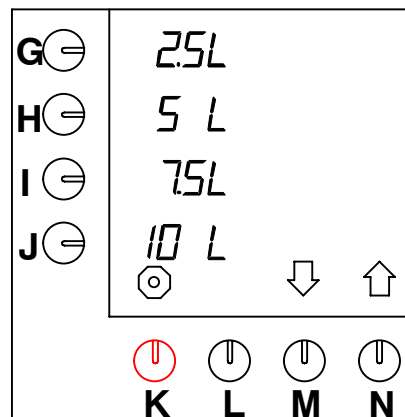

Abb. 23 Serienmäßige Vorwahl der Tasten
Das Gerät ist serienmäßig auf die Einheit L (= Liter) eingestellt. Sie können die Einheit ändern. (Diese Einheit steht serienmäßig im Display bei den Vorwahltasten (Abb.23)).
- Drücken Sie auf die Wahltaste (N.)↑, bis Abb.23 im Display erscheint.